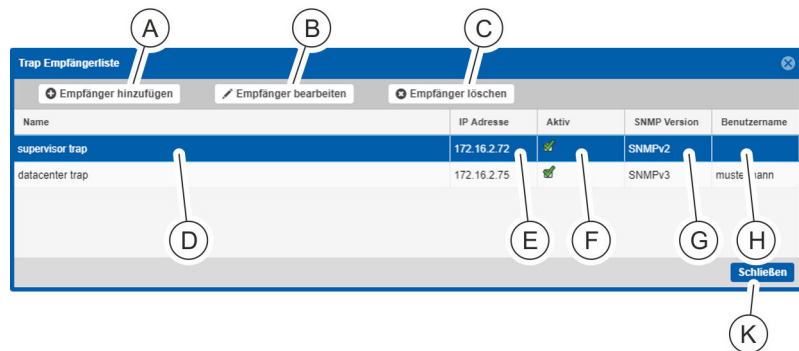

Abb. 142: Fenster "Trap Empfängerliste"
⇒ Es öffnet sich das Fenster "Trap Empfängerliste" (Abb. 142).
- (A) Schaltfläche „Empfänger hinzufügen“ zum Hinzufügen eines Trap-Empfängers
- (B) Schaltfläche „Empfänger bearbeiten“ zum Modifizieren eines Trap-Empfängers
- (C) Schaltfläche „Empfänger löschen“ zum Löschen eines Trap-Empfängers
- (D) Spalte „Name“ mit der Benennung des Trap-Empfängers
- (E) Spalte „IP Adresse“ mit der IP-Adresse des Trap-Empfängers
- (F) Spalte „Aktiv“ mit der Anzeige, ob der Trap-Empfänger (in-)aktiv ist.
- (G) Spalte „SNMP Version“ mit der Anzeige der SNMP-Version des Trap-Empfängers
- (H) Spalte „Benutzername“ mit der Anzeige des Benutzernamens
- (K) Schaltfläche „Schließen“ zum Schließen des Fensters
3. ➤ Über die Schaltfläche „Empfänger hinzufügen“ (Abb. 142/A) Trap-Empfänger einrichten.
Es können Trap-Empfänger mit dem SNMPv1/SNMPv2-Protokoll bzw. Trap-Empfänger mit dem SNMPv3-Protokoll konfiguriert werden (Abb. 142).
4. ➤ Nach der Einrichtung der Trap-Empfänger das Fenster über die Schaltfläche „Schließen“ verlassen (Abb. 142/K).